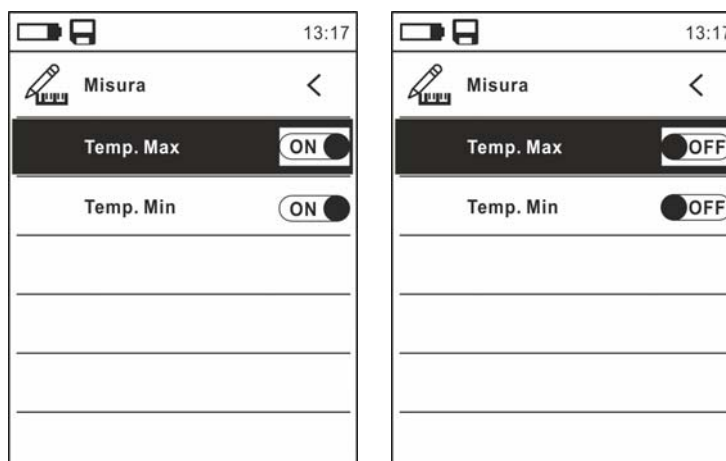

Fig. 11: Menu Misura
9. Selezionare la voce “Misura” e premere il tasto ☰ o ► per abilitare l’attivazione/disattivazione dei cursori associati al punto più “caldo” o più “freddo” nell’immagine termografica (vedere Fig. 11)